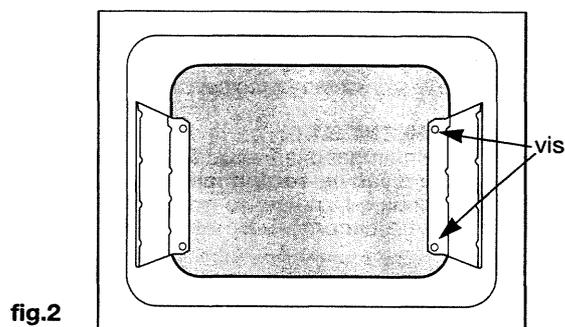
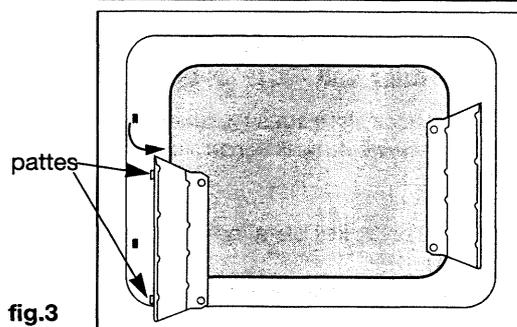

fig.2
fig.3
2. Dévissez les 2 vis maintenant chacune des parois latérales (fig.2). Retirez les parois en les faisant pivoter autour des pattes de maintien situées à l'avant de la cavité (fig.3).